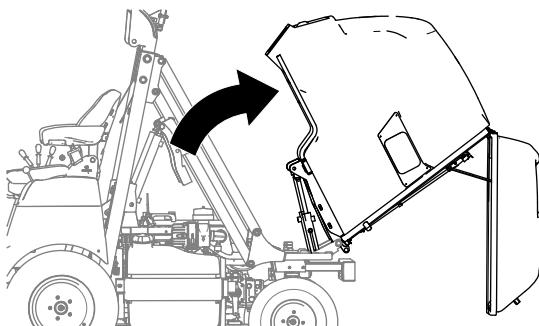

図 56
2. もう一人がホッパーを手で押し上げるようにして後方に図 56倒す。